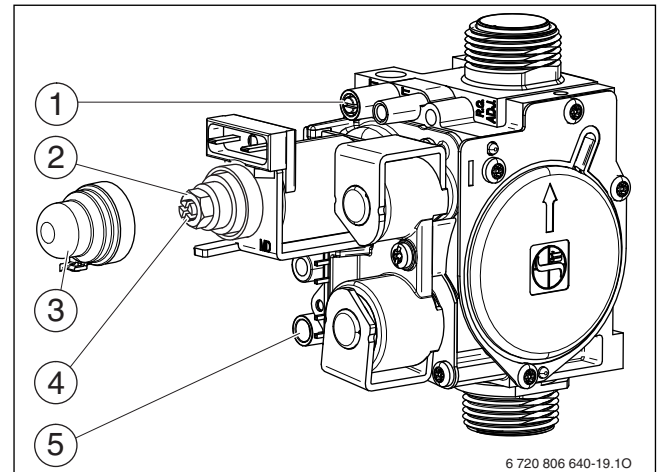

Fig. 30 Valvola del gas
- ▶ Svitare la vite di tenuta sul misuratore per la pressione ugello (→ fig. 30, [1]) e collegare il manometro gas.
- ▶ Rimuovere la copertura (→ fig. 30, [4]).
- ▶ Ricavare la pressione ugello «max» indicata (mbar) dalla tabella a pag. 35. Impostare la pressione ugello mediante il dado di regolazione quantità di gas max. (→ fig. 30, [2]). Rotazione verso destra più gas, rotazione verso sinistra meno gas.
- ▶ Ricavare la pressione ugello «min» indicata (mbar) dalla tabella a pag. 35. Impostare la pressione ugello mediante la vite di regolazione quantità di gas min. (→ fig. 30, [4]).
- ▶ Svitare la vite di tenuta nel misuratore per la pressione di collegamento del gas di rete (→ fig. 30, [5]) e collegare il manometro gas per la misurazione della pressione.